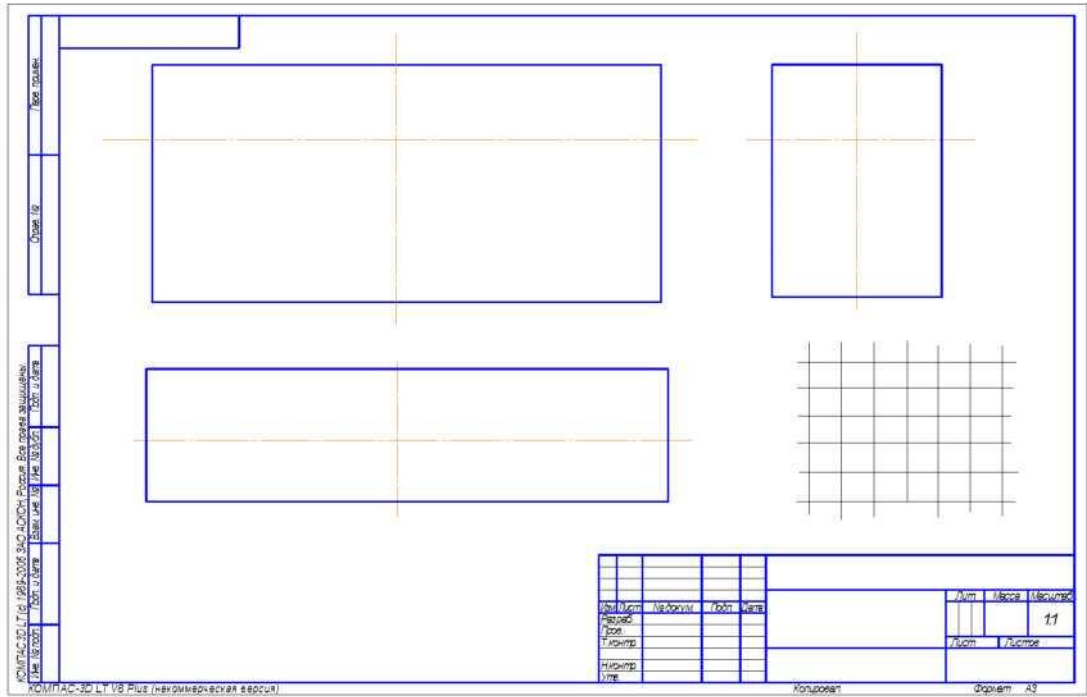

Рисунок 2.2 - Разметка изображений
- на листе бумаги вычерчивают рамку и прямоугольник для основной надписи, а затем наносят тонкими линиями габаритные прямоугольники изображений, соблюдая проекционную связь (рисунок 2.2). Между ними оставляют достаточные промежутки для нанесения размеров;